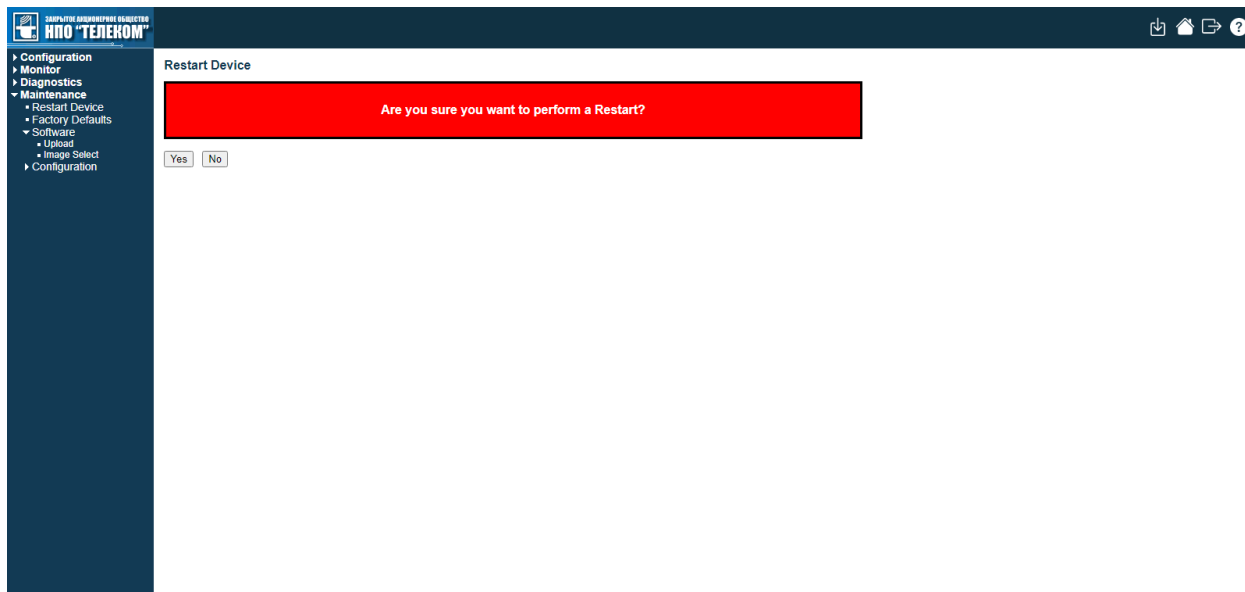

Рисунок 2.3.3 – Перезагрузка устройства
2. Перейдите во вкладку обновления Maintenance → Restart Device (рисунок 2.3.3). Нажмите кнопку «Yes» для перезагрузки устройства.